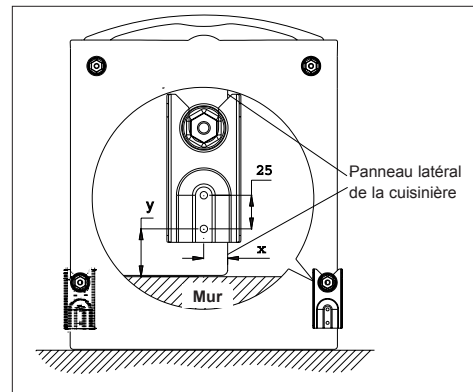

Figure 4
1. Placez le support anti-bascullement sur le sol, comme cela est représenté sur la figure 4 ci-dessous. Le support anti-bascullement peut être installé soit du côté droit, soit du côté gauche. Panneau latéral de la cuisinière